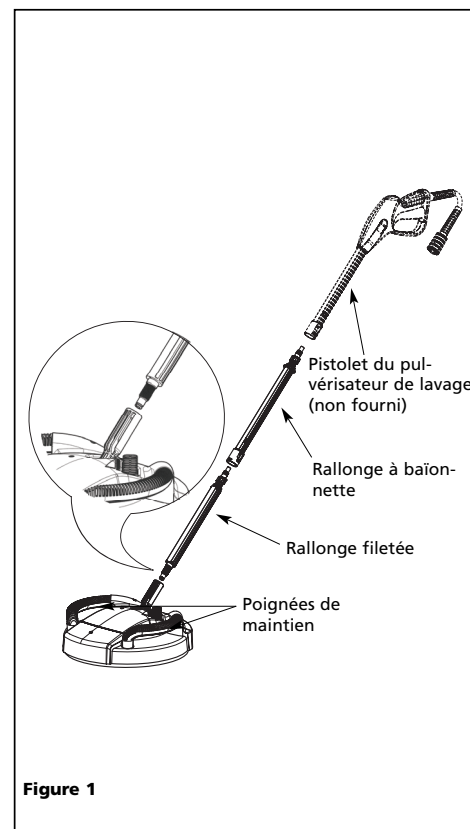

Figure 1
1. Fixer la rallonge filetée dans la base du nettoyeur de surface. **Ne pas trop resserrer.** La base devrait tourner facilement autour de la rallonge tel qu'illustré sous la figure 1.
2. Fixer la rallonge à baïonnette à la première rallonge et à la base. Glisser le raccord à baïonnette dans la prise de la rallonge. Tourner dans le sens des aiguilles d'une montre, tel qu'illustré sous la figure 1.
3. Fixer le pistolet du pulvérisateur de lavage tel qu'illustré sous la figure 1.